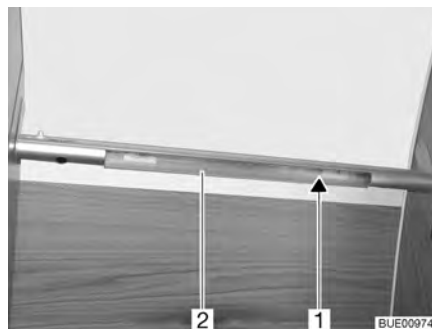

Bild 212 Toalettbelysning
- Tryck ihop kåpan (Bild 212,2) något med bägge händerna och dra nedåt. Börja dra ut lampglaset antingen längst ut till höger eller längst ut till vänster.
- Tag ut halogenglödlampan (Bild 212,1).